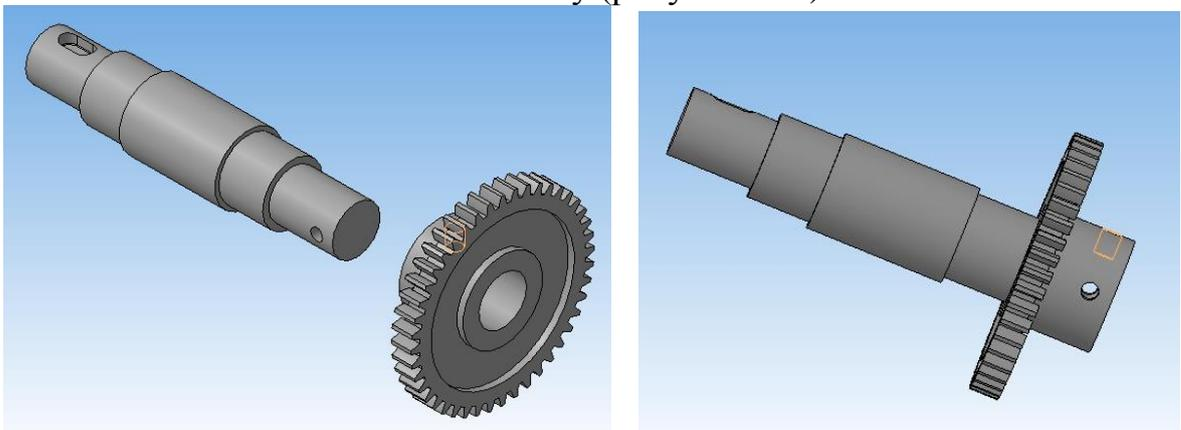

Рисунок 123.
4. Далее выберите команду «Соосность» и поочередно укажите внутреннюю поверхность отверстия на валу и на зубчатом колесе. Зубчатое колесо займет свое положение на валу (рисунок 123).